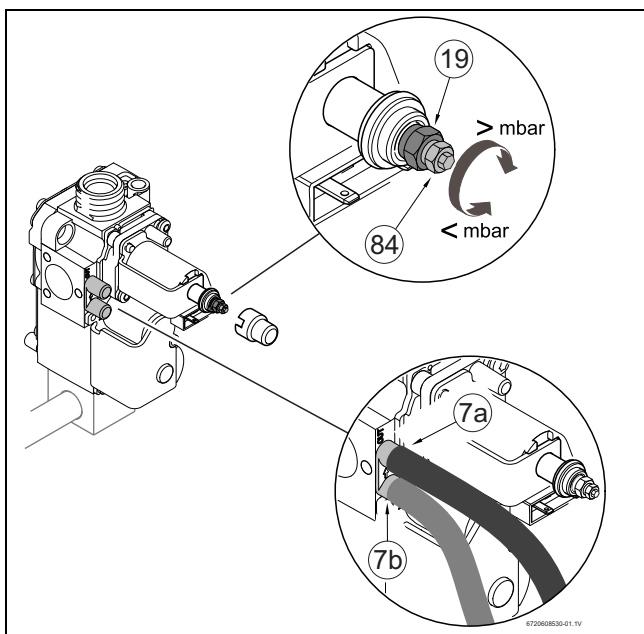

Fig. 30 Vană gaz
- ▶ Se scoate capacul etanșat al șurubului de reglare a debitului maxim de gaz (19) (Fig. 30).
- ▶ În cazul gazelor naturale: debitul de gaze MAX se reglează cu ajutorul șurubului de reglare (19) (Tab. 11).